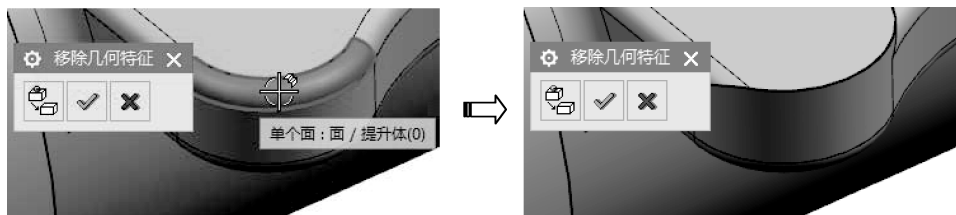

图 9-34 选择圆角面以移除圆角特征
- 06 同理，选择其他附加子特征上的面，移除该子特征，如图 9-34 所示。